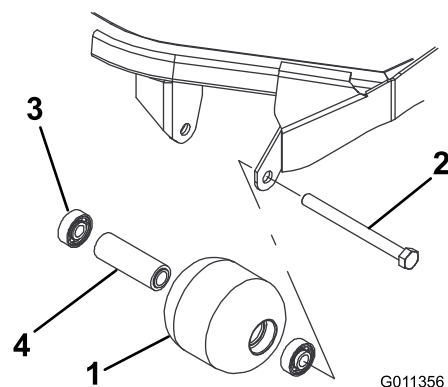

図 81
1. ローラ取り付けボルトを外す 図 81。
4. ローラハウジング、ベアリング、ベアリングスペーサに破損がないか点検する 図 81。破損している部品を交換し、組み立てを行う。